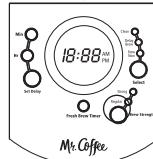

Figura 7
2. Para disfrutar de un café más cargado, oprima el botón de BREW STRENGTH (INTENSIDAD DEL COLADO) una sola vez. La luz roja de STRONG BREW STRENGTH (INTENSIDAD CARGADA DEL COLADO) se encenderá. La cafetera se mantendrá en la intensidad del colado que usted ha seleccionado hasta que vuelva a cambiarla a intensidad regular oprimiendo el botón de BREW STRENGTH (INTENSIDAD DEL COLADO) o hasta que desenchufe la unidad. (Figura 7)